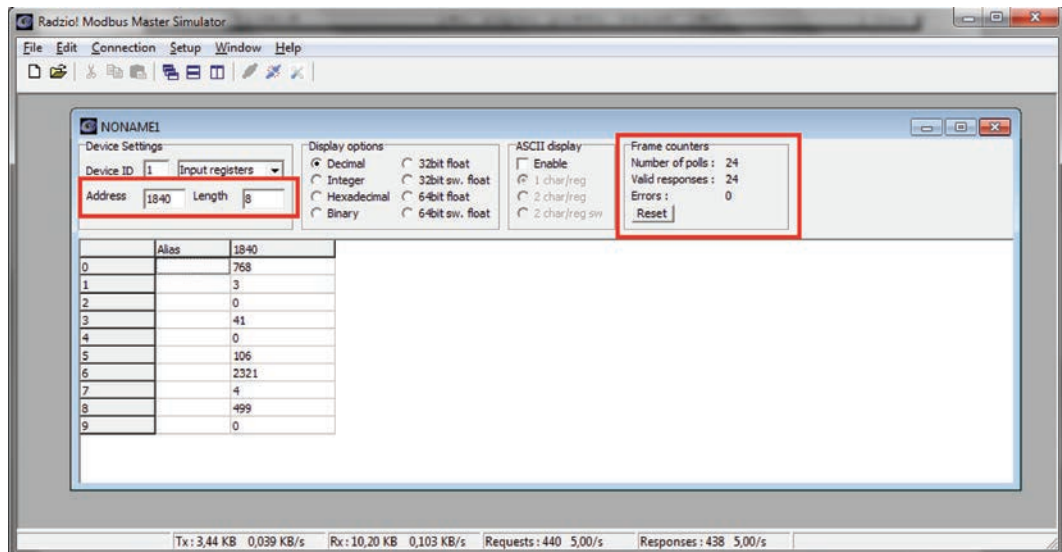

Fig. 11 : exemple Modbus
12. Accéder aux adresses souhaitées sur la feuille Modbus sous Radzio (fig. 11) comme décrit dans le document Modbus (fig. 12).
Si seuls des zéros ou des mauvaises valeurs sont affichés, vérifier le compteur de trame (fig. 11) pour être certain de recevoir des « réponses valides ».